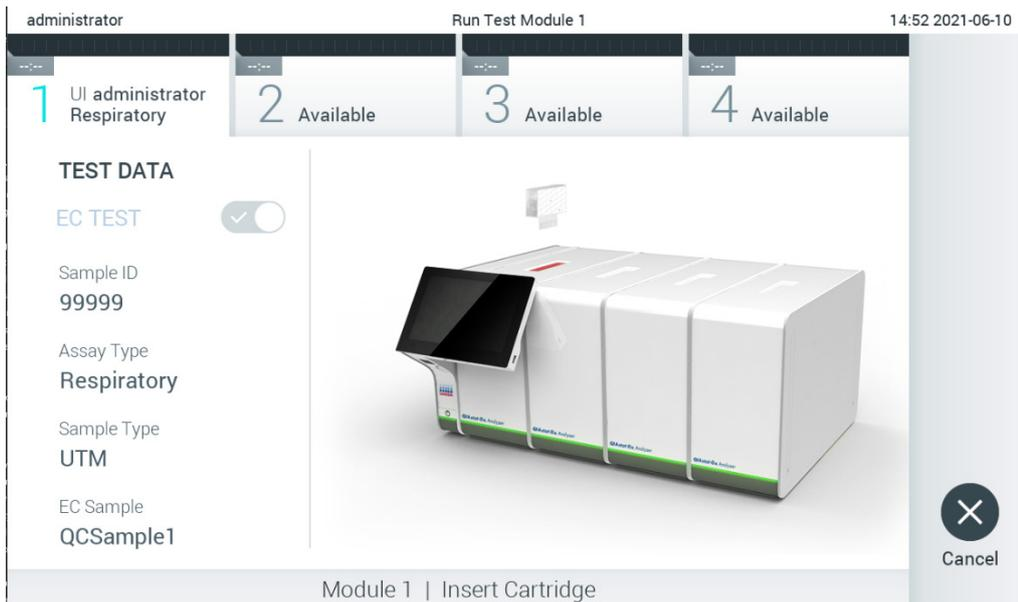

Abbildung 94. Einsetzen der QIAstat-Dx Assay-Kartusche in den QIAstat-Dx Analyzer 1.0.
9. Stellen Sie sicher, dass die Probendeckel der Tupferöffnung und der Hauptöffnung der QIAstat-Dx Assay-Kartusche beide fest verschlossen sind. Sobald sich die Kartuschenöffnung an der Oberseite des QIAstat-Dx Analyzer 1.0 automatisch öffnet, setzen Sie die QIAstat-Dx Assay-Kartusche mit dem Barcode nach links und den Reaktionskammern nach unten ein (Abbildung 94).